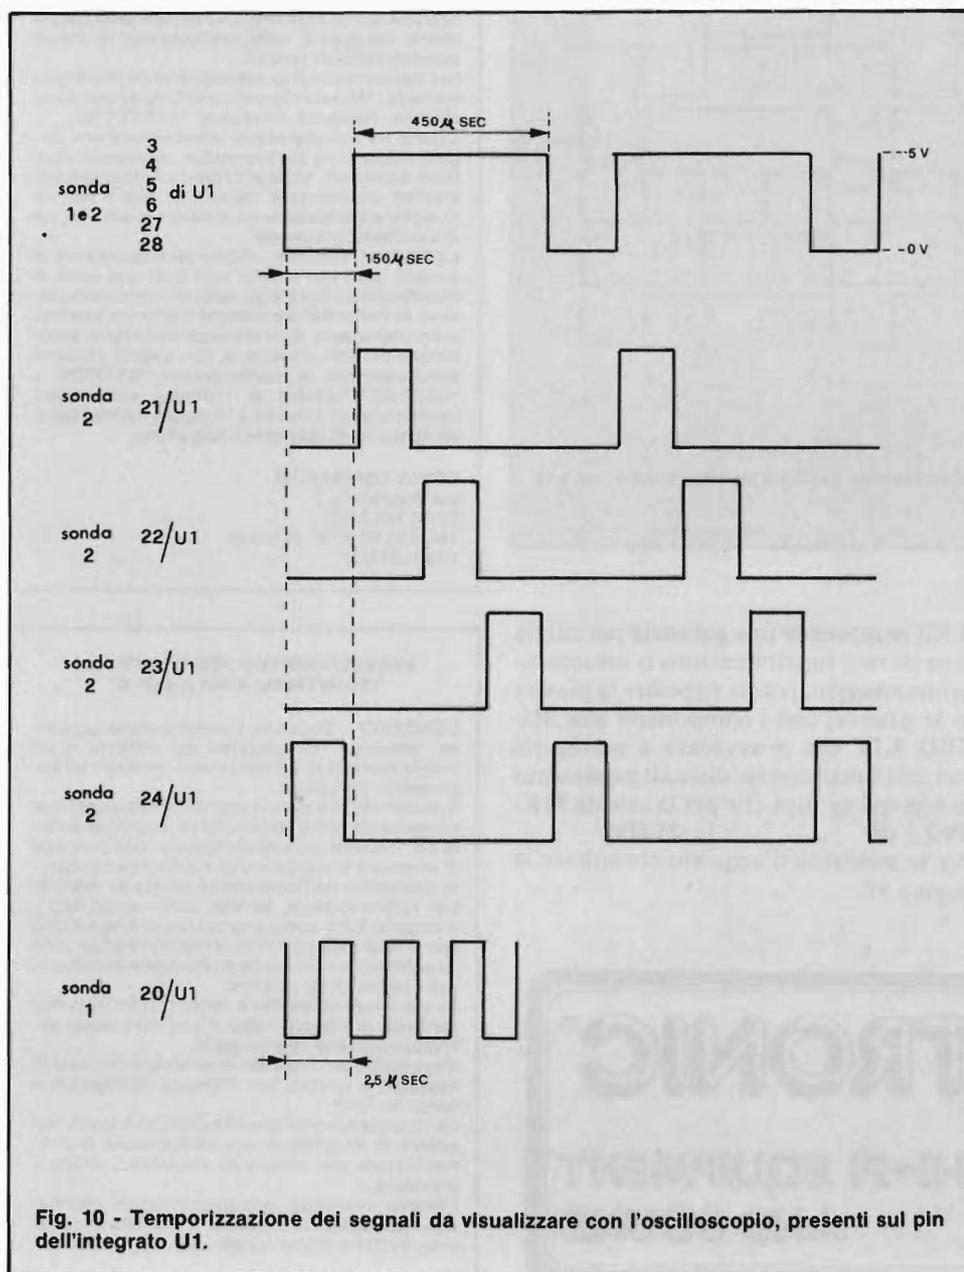

Fig. 10 - Temporizzazione dei segnali da visualizzare con l'oscilloscopio, presenti sul pin dell'integrato U1.
Il collaudo consiste nel verificare tutte le forme d'onda riportate in Fig. 10, che si ottengono semplicemente alimentando la scheda. Il valore letto sul display deve essere zero, e per ottenerlo è sufficiente connettere a massa l'ingresso 1 della morsettiera (sconnettendo il foto-ponte) ed agendo sul trimmer P3 fino all'azzerramento.
- con la sonda 2 si deve verificare che i pins 4, 5, 6, 27, 28 di U1 riportino lo stesso segnale del 3 di U1, presente in Fig. 10.
I piedini 6, 5, 4, 3, 28, 27, 26 sono collegati rispettivamente ai segmenti a, b, c, d, e, f, g, dei display (vedi Fig. 7). Per accendere lo zero occorre inviare corrente nei segmenti a, b, c, d, e, f; il pin 26 (segmento g) infatti non è riportato sul diagramma di Fig. 10 perchè è sempre a 0 (verificarlo con l'oscilloscopio). Inviando un 1 (attraverso le resistenze da 47 Ω , per diminuire la corrente) agli altri 6 segmenti, si accenderanno quelli che sono attraversati da corrente, la quale ritorna a massa attraverso i catodi in comune per ogni digit. Quindi si accenderà lo zero del
digit, però in tempi diversi (come spiega il diagramma di Fig. 10). Dalla figura si nota che gli impulsi di comando ai comuni sono normalmente a 0 e vanno ad 1 per il comando; questi però sono collegati agli invertitori 75492 che quindi presentano il comando come 0 (appunto la chiusura a massa dei catodi). L'impulso inviato al digit 4 (24/U1) è simultaneo allo stato 0 inviato su ogni segmento, per cui il digit 4 rimane sempre spento.